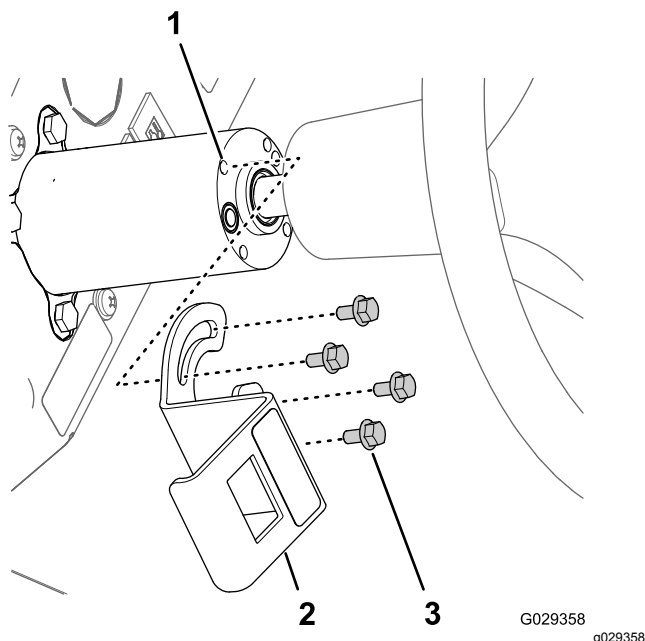

Figura 208
1. Allineate le scanalature delle staffe di montaggio dell'interruttore di comando della schiuma ai 4 inserti filettati sul piantone dello sterzo (Figura 208).
3. Allineate il connettore a 8 prese attraverso l'apertura della staffa e collegate il connettore ai pin (Figura 208) sul retro dell'interruttore a paletta a 3 posizioni (interruttore del comando della schiuma).